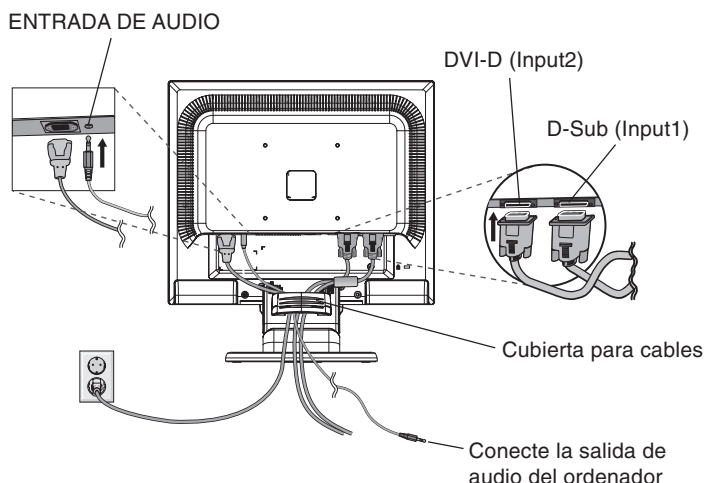
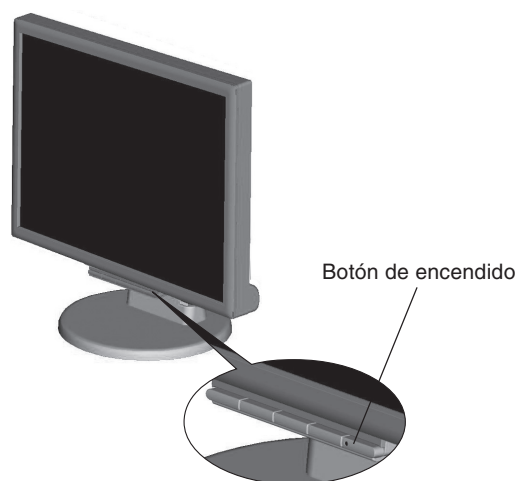

Figura B.1
Figura C.1
- Conecte todos los cables al conector apropiado de la parte posterior del monitor (**figura B.1**). Conecte los auriculares (no incluidos) al conector apropiado de la parte trasera del monitor (**figura C.1**).
- Conecte un extremo del cable de alimentación al monitor y el otro a la toma de corriente. Introduzca el cable de señal de vídeo, el de audio y el de alimentación en la cubierta para cables (**figura B.1**).
- Encienda el monitor y el ordenador con el botón de encendido (**figura C.1**).